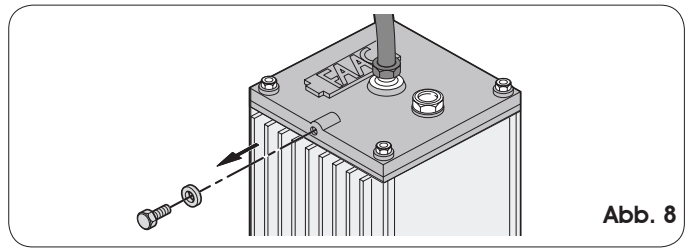

Abb. 8
- 3) Die Entlüftungsschraube (Abb. 8) abnehmen und aufbewahren.
- 1) Sicherstellen, dass die Entlüftungsschraube entfernt wurde (Abb. 8).
4. Die Entlüftungsschraube auf das Aggregat aufschrauben (Abb. 8).
11. Die Entlüftungsschraube vom Aggregat abnehmen (Abb. 8) und die Vorgänge für die Entlüftung entsprechend den Angaben in Abschnitt 8.2 ausführen.